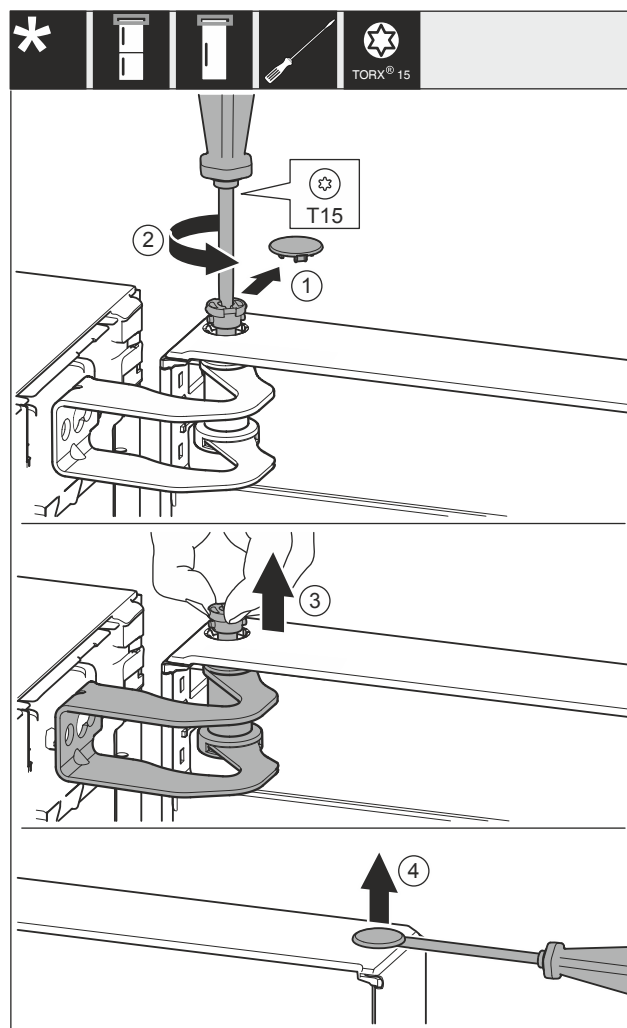

Fig. 9
- Opatrně sejměte kryt Fig. 9 (1).
- Šroubovákem o kousek vyšroubujte čep Fig. 9 (2).
- Čep Fig. 9 (3) vytáhněte prsty.
- Kryt Fig. 9 (4) opatrně nadzvedněte šroubovákem a odstraňte.